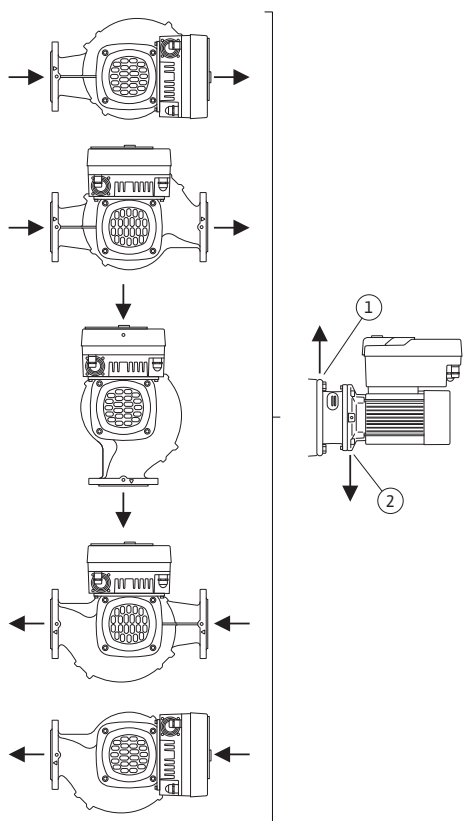

Fig. 8: Toegestane inbouwposities met horizontale motoras
De toegestane inbouwposities met horizontale motoras en elektronikamodule naar boven (0°) zijn in Fig. 8 weergegeven.
De ontluchting van de pomp is optimaal gewaarborgd als het ontluhtingsventiel omhoog wijst (Fig. 8, pos. 1).
In deze positie (0°) kan het condensaat gericht worden afgevoerd via aanwezige boorgaten, het pomplantaarnstuk en de motor (Fig. 8, pos. 2).